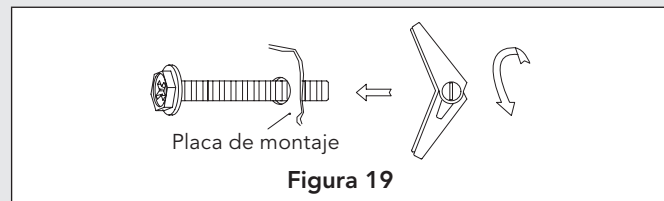

Figura 19
- Inserte los tornillos de mariposa a través de la placa de montaje en los lugares requeridos y agregue las mariposas con resorte. Vea la Figura 19.